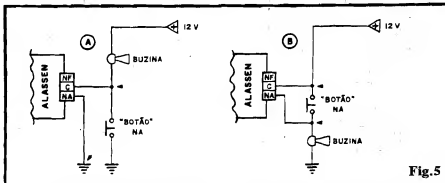
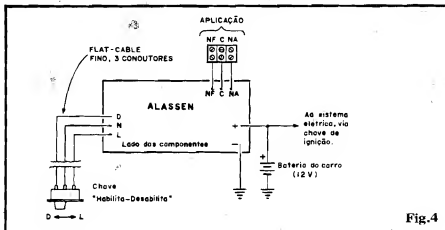

Fig. 5
Fig. 4
- **FIG. 4 - CONEXÕES BÁSICAS, EXTERNAS À PLACA** - Conforme foi dito, a instalação do ALLASSEN é muito simples (e esse foi o próprio requisito básico de criação do projeto...). Inevitavelmente tal proposta determina que as (poucas) conexões externas à placa sejam também simples e diretas... A figura mostra o Impresso ainda pelo lado não cobreado (como na fig. anterior), enfatizando as ligações periféricas... Observar as conexões à chavinha L-D, que podem ser feitas com cabinho fino, isolado, ou até com um multicabo de três vias, aos pontos D-N-L da placa. As conexões de alimentação (+) e (-) também podem ser feitas com fios finos, já que a Corrente total demandada pelo circuito é muito baixa. Recomenda-se usar a codificação/padrão, de cabo **vermelho** para o **positivo** e **preto** para o **negativo**. Aproveitem para confirmar que a alimentação para o ALLASSEN deve ser "puxada" diretamente da bateria, sem a inter-
- **FIG. 5 - A UTILIZAÇÃO DOS TERMINAIS DE SAÍDA** - Feita a (simples) instalação básica, "nos conformes" da fig. 4, resta aproveitar bem os contatos de aplicação do relê... Para o disparo intermitente da buzina, durante a Temporização do ALLASSEN, um dos dois métodos propostos na figura (A ou B) deve ser usado... O caso 5-A refere-se à buzina na qual "um lado" do próprio "botão" de acionamento normal encontra-se "aterrado"... As duas setinhas pretas mostram as conexões a serem feitas... Em alguns casos (principalmente com buzinas tipo "sirene eletrônica",
- FIG. 4 - SENSOREAMENTO DIFERENCIAL C/2 LDRs - Se os dois ramos (superior e inferior) de um divisor de Tensão, forem ambos formados por LDRs (os resistores R1 e R2 - de valor idêntico entre si - podem "estar" lá apenas para manter a dissipação nos LDRs dentro de parâmetros aceitáveis...), obtemos um sensor DIFERENCIAL, ou COMPARADOR! Nesse arranjo, a Tensão de saída no ponto S será **proporcional à relação das intensidades de LUZ sobre cada um dos LDRs...** Através de uma simples "Tabela", será possível determinar (através da interpretação quantitativa da Tensão em S) "qual dos dois foto-sensores está **mais** (ou **menos**...) iluminado do que o outro, e em que proporção...". Um arranjo desse tipo é tão sensível a pequeníssimas variações individuais que pode até ser usado para "reconhecer cores" ("coisa" que qualquer dos arranjos anteriormente sugeridos não é capaz de fazer...). Explicamos: supondo que uma Tensão de 12V é aplicada ao conjunto e, apontando os dois LDRs, simultaneamente, para uma superfície iluminada, de cor vermelha (em determinada tonalidade...), obtemos exatamente 6V no ponto S de saída... Daí pra frente, para ob-